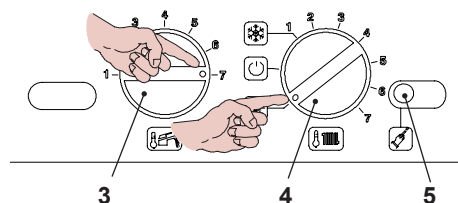

Fig. 7.2
- Posizionare le manopole del pannello comandi come indicato in Fig. 7.2.
- Per entrare nella modalità Spazzacamino bisogna entrare in programmazione premendo per 15 secondi il pulsante di ripristino 5 in Fig. 7.2 fino alla comparsa del parametro **P01**.
- Premere il pulsante di ripristino 5 in Fig. 7.2, per lo scorrimento dei vari parametri sino al raggiungimento del parametro valido per il settaggio della modalità Spazzacamino. Sul display LCD compare la seguente visualizzazione (la sequenza P09 si alterna a 00).